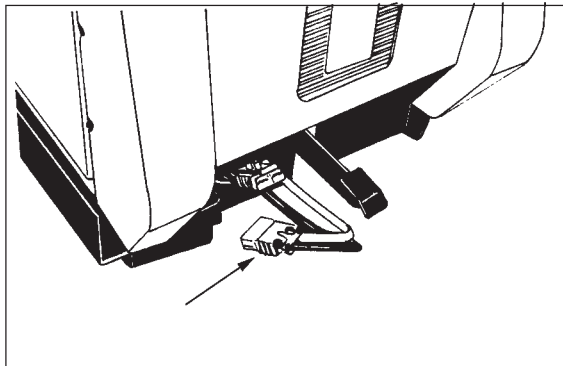

Figure 17
3. Disconnect the battery pack connector from the control housing connector. See figure 17.
3. Déconnectez le connecteur de la prise de l'ensemble batterie. Voir figure 17.